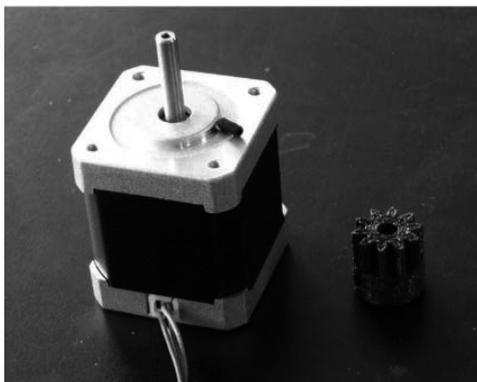

图 3-65 将 Wade Small Gear 装在同步电机上
(9) 取一个同步电机, 然后将 Wade Small Gear 这个小齿轮套在其传动轴上, 并用 M3 的紧定螺钉锁紧, 如图 3-65 所示。